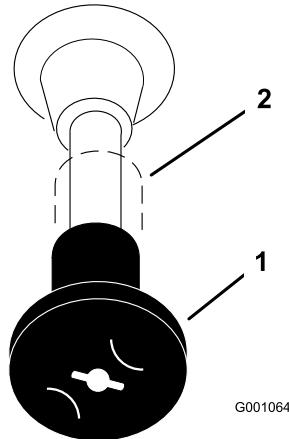

Figura 12
4. Si el motor está frío, mueva el control del estárter a la posición arranque antes de arrancarlo (Figura 12).
7. Despues de que el motor arranque, abra el estárter (Figura 12). Si el motor se cala o funciona irregularmente, vuelva a colocar el estárter en Cerrado durante unos segundos, luego mueva la palanca del acelerador al ajuste deseado. Repita este procedimiento tantas veces como sea necesario.